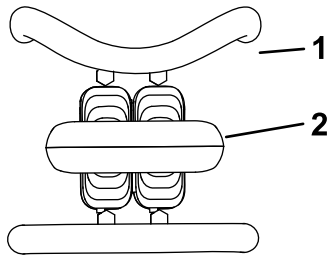

Bild 5
- Lassen Sie den Fahrertriebshebel los, um die Maschine anzuhalten (Bild 5).